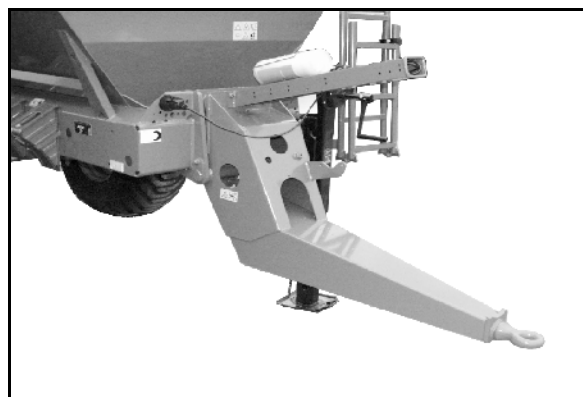

Рис. 24
- сцепочным дышлом «Hitch» (Рис. 24),